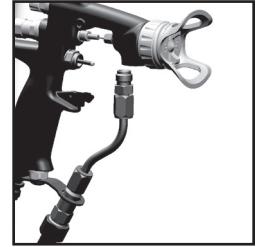

Fig. 26
12. Reemplazar el tubo del fluido y el gatillo. (Ver Fig. 26 y 25)